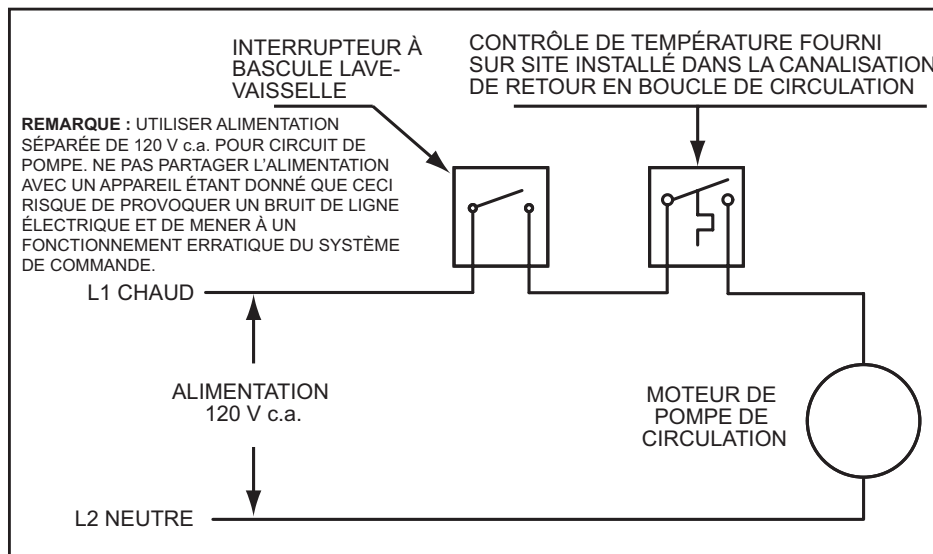

Figure 64
6. Si une pompe est installée entre un chauffe-eau et un réservoir de stockage ou sur un circuit bouclé de recirculation d'un bâtiment conformément à la Figure 64 à la page 66.
7. Si une pompe est installée dans un circuit bouclé de recirculation entre le chauffe-eau et un fil de lave-vaisselle commercial conformément à la Figure 64 à la page 66.